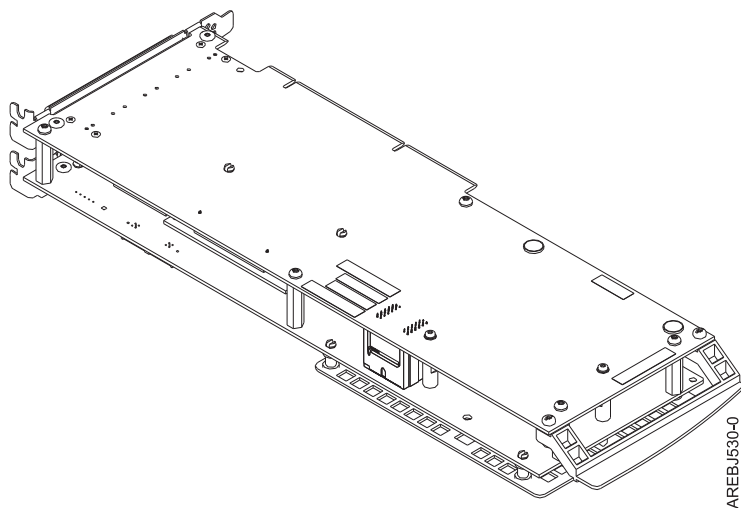

Figura 43. Adaptador del conjunto de tarjetas 572F/575C
2. Coloque el adaptador del conjunto de tarjetas 572F/575C en una superficie protegida contra descarga electrostática y oriéntelo según se muestra en Figura 43.